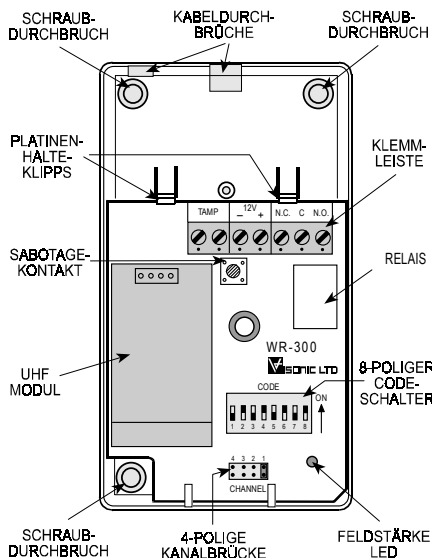

Abb. 1. WR-300 Innenansicht
- B. Montieren Sie das Grundgehäuse mit der integrierten Platine an der vorgesehenen Stelle. Benutzen Sie hierzu zwei der gegenüberliegenden Schraubdurchbrüche (siehe Abb. 1, 3 oder 5).